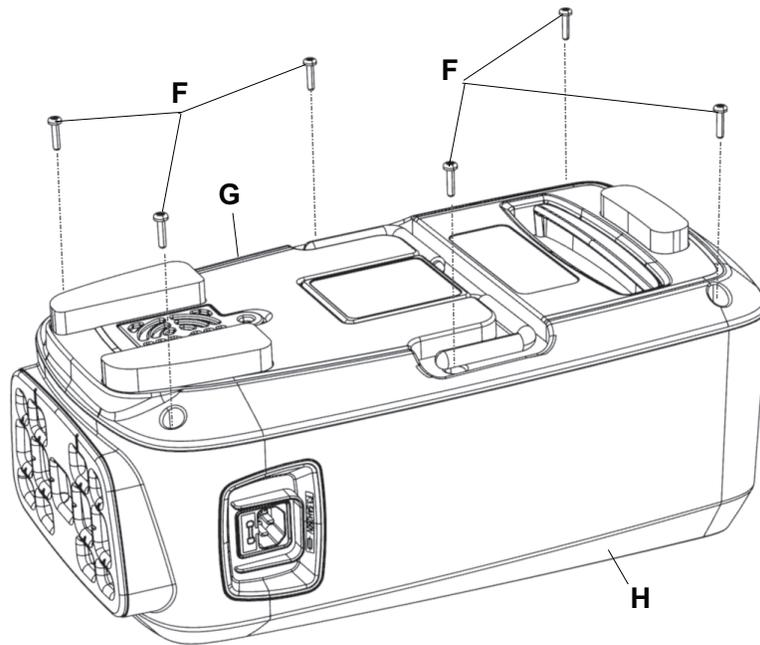

Figure 7 – Capots
- À l'aide d'une clé Torx T20, retirer les six vis de taraudage (F) qui fixent le capot arrière (G) au capot avant (H) (Figure 7). Conserver les vis.